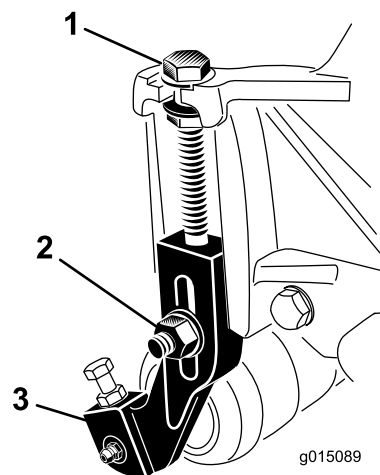

图16
1. 松开将剪草高度支架固定到滚刀组侧板上的锁紧螺母 图16。